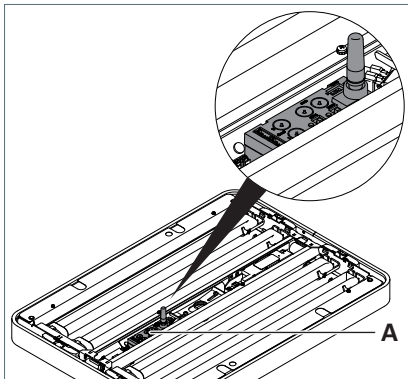

Fig. 3: Modul in einem ATARO-Leuchtenkopf.
- ▶ Setzen Sie das Modul **A** in den freien Bereich im Mittelträger des Leuchtenkopfs, siehe Fig. 3.